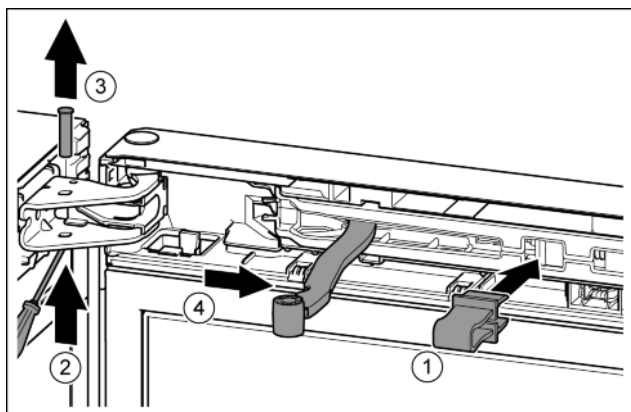

Fig. 8
- ▶ A biztosítékot pattintsa be a nyílásba. Fig. 8 (1)
- ▶ A csavarhúzóval tolja ki a csapszeget. Fig. 8 (2)
- ▶ Felfelé vegye ki a csapszeget. Fig. 8 (3)
- ▶ Forgassa az ajtó irányába a csuklót. Fig. 8 (4)